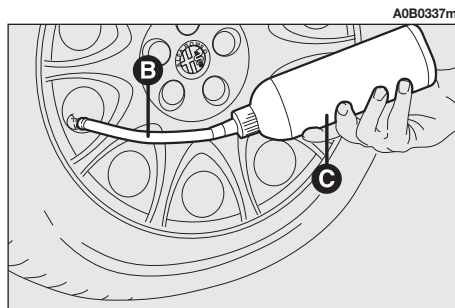

fig. 16
4) Inserire il tubo flessibile di riempimento (**B-fig. 16**) sulla valvola del pneumatico, mantenere la bottiglia (**C-fig. 16**) con il tubo rivolto verso il basso quindi premere in modo che tutto il sigillante entri nel pneumatico.